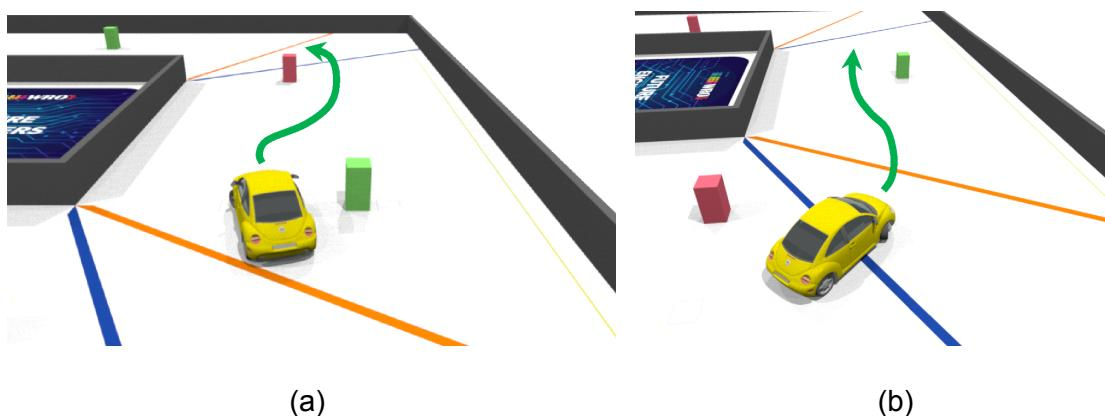

Figura 14. Las reglas para pasar las señales de tráfico
9.18 El vehículo debe pasar la señal de tráfico representada por el pilar rojo a la derecha (el dibujo (a) en la figura 14) y la señal de tráfico representada por el pilar verde a la izquierda (el dibujo (b) en la figura 14).